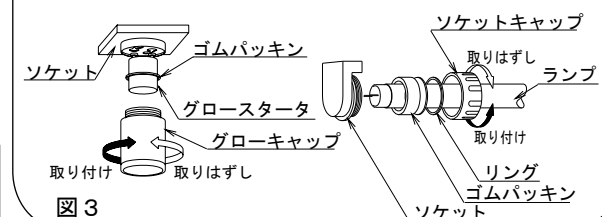

図3
- 7・グロースタータをグローソケットに取り付け、防水性が損なわれないようゴムパッキン、グローキャップを確実に取り付け。（グロー式器具のみ）（図3）
- 8・適合ランプを確認し、ソケットキャップ、リング、ゴムパッキンを正しく挿入し、ランプを確実に取り付けした後、防水性が損なわれないよう確実にソケットキャップを取り付ける。（図3）